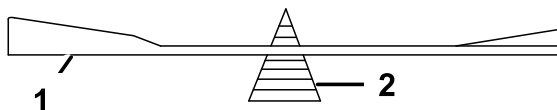

Figura 65
2. Verificați echilibrul lamei așezând-o pe dispozitivul de echilibrare a lamei (Figura 65).